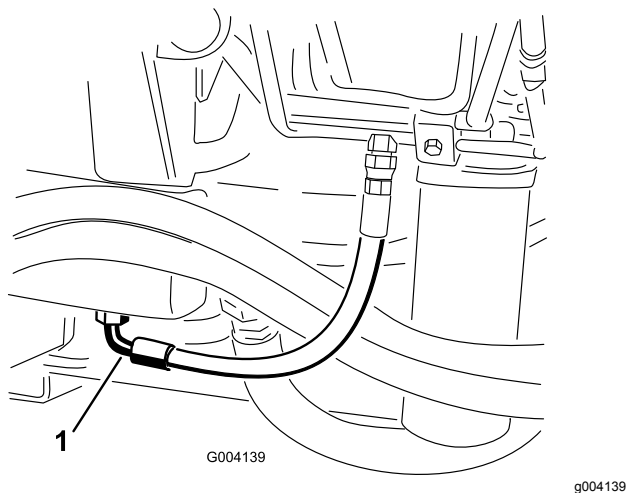

図 86
2. タンク 図 86 の下についているフィッティングの下に、オイルを受ける大型の容器を置く。